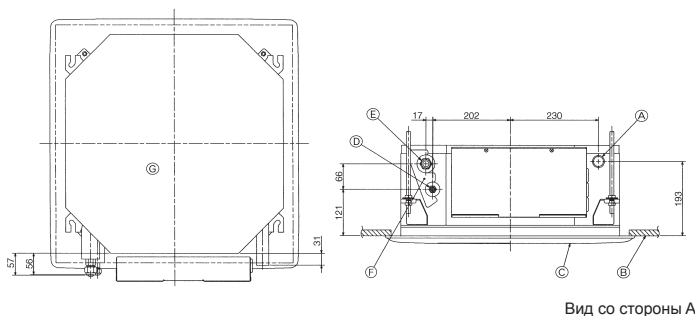

Fig. 3-1
3.1. Расположение труб хладагента и дренажных труб для внутреннего блока (Fig. 3-1)